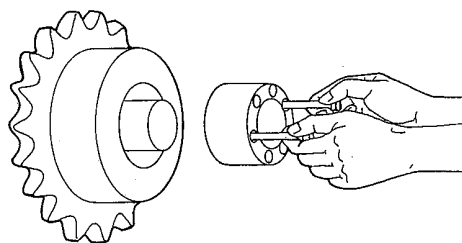

図3 挿入方法例
4. 仮組完了後、図3の様にテーパーリングA上の抜きタップ穴のボルトを持ってボス、軸に挿入してください。